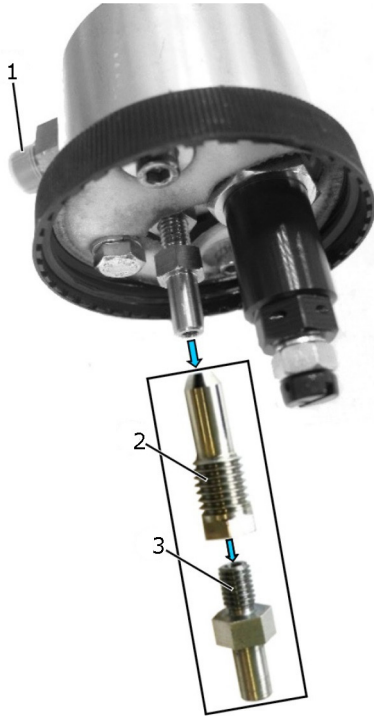

Abb. 17: Druckaufnehmermodul geöffnet
! Verharzungen durch Kraftstoffrückstände können die kleine Bohrung der Drosselhülse (Abb. 17, Pos. 2) verkleben und somit zu falschen Messergebnissen führen.
2. Ablaufstutzen (Abb. 17, Pos. 3) entfernen.
3. Drosselhülse (Abb. 17, Pos. 2) entfernen.
5. Drosselbohrung über den Anschlussstutzen (Abb. 17, Pos. 1) mit Druckluft reinigen.
6. Drosselhülse (Abb. 17, Pos. 2) mit einem Anziehdrehmoment von 20 Nm einschrauben.
7. Ablaufstutzen (Abb. 17, Pos. 3) in Drosselhülse einschrauben.